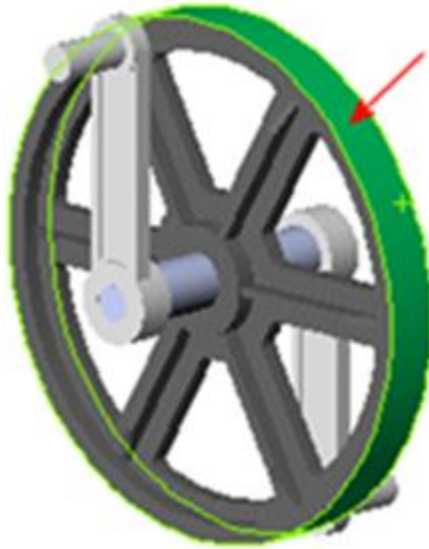

Рис. 3.4. Вибрана грань <1>
3.2. У графічній області виберіть зовнішню циліндричну поверхню шківів, показану на рис. 3.4.